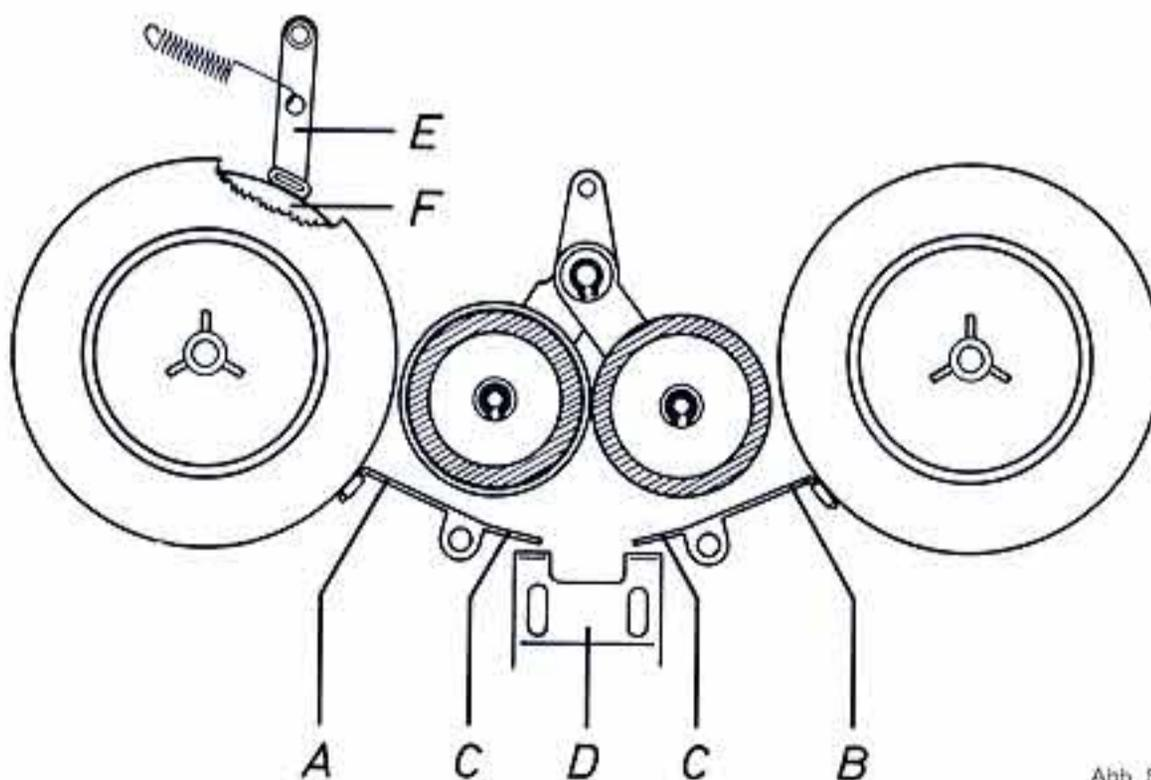

Abb. 5
1.3 Prüfung und Justierung der Bremsen (siehe Abb. 5)